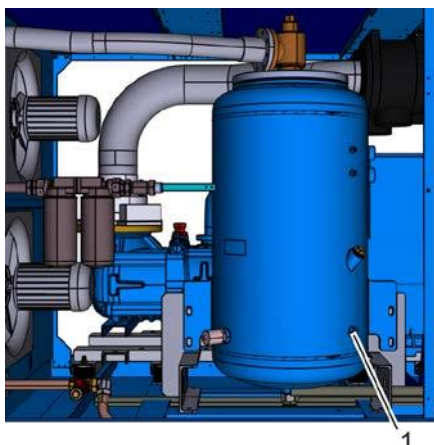
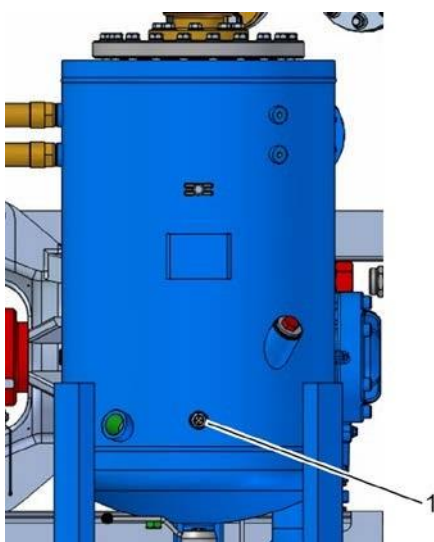

Рис. 33: Смотровое отверстие (вариант)
Рис. 34: Смотровое отверстие (вариант)
7. Проверьте уровень охлаждающей жидкости через смотровое отверстие (Рис. 33/1 или Рис. 34/1) и при необходимости долейте охлаждающую жидкость, как описано в ☞ Глава 8.4.2 «Проверка уровня охлаждающей жидкости / доливка охлаждающей жидкости» на странице 88.